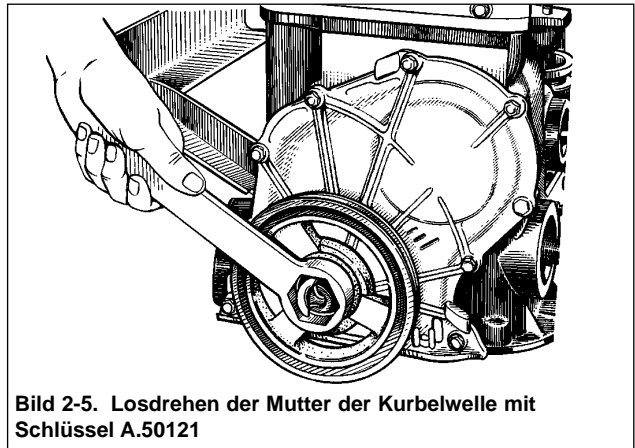
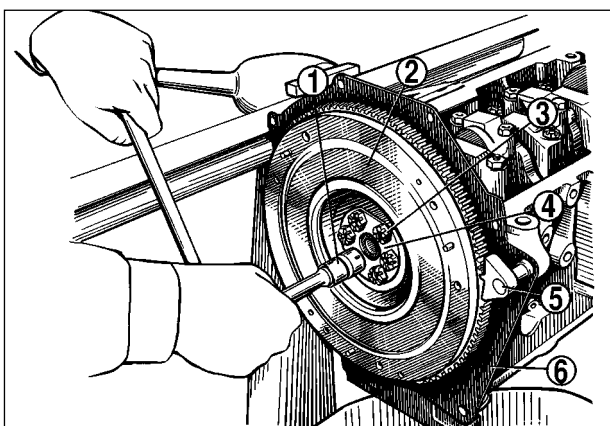
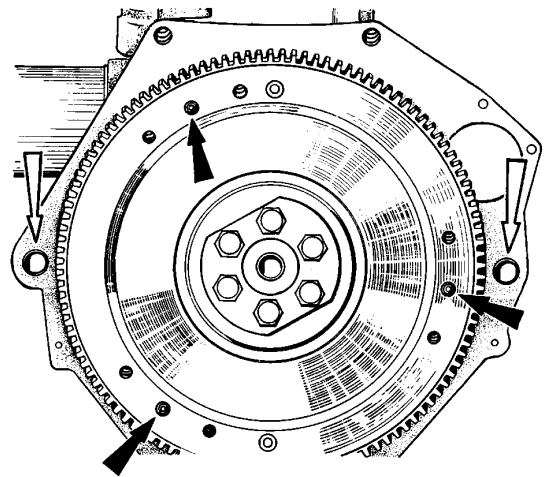

Bild 2-5. Losdrehen der Mutter der Kurbelwelle mit Schlüssel A.50121
Bild 2-10. Ausbau des Schwungrads:
Bild 2-16. Stellstifte der Kupplung (schwarze Pfeile) und Zentrierhülsen des Kupplungsgehäuses (weiße Pfeile)
Die Riemenscheibe der Kurbelwelle nach Befestigung des Schwungrads mit Raste A.60330/R (siehe Bild 2-10) und Losdrehen der Mutter mit Schlüssel (Bild 2-5) A.50121 abziehen.
Die Raste 5 (Bild 2-10) anbringen, die Schrauben 3 losdrehen, die Scheibe 4 und das Schwungrad von
Nach zwei Zentrierhülsen (Bild 2-16) den vorderen Kupplungsgehäusedeckel 6 (siehe Bild 2-10) auflegen. Den Deckel mit Muttern am Halter des hinteren Dichtringes befestigen.
- Stimmen die Marken überein, das Schwungrad mit der Raste A.60330/R (siehe Bild 2-10) arretieren, die Schrauben der Kettenräder und die Hutmutter des Kettenspanners endgültig festziehen und die Sicherungsscheiben an Schrauben der Kettenräder umbiegen; stimmen die Marken nicht überein, den Arbeitsgang zum Einbringen der Ketten wiederholen.